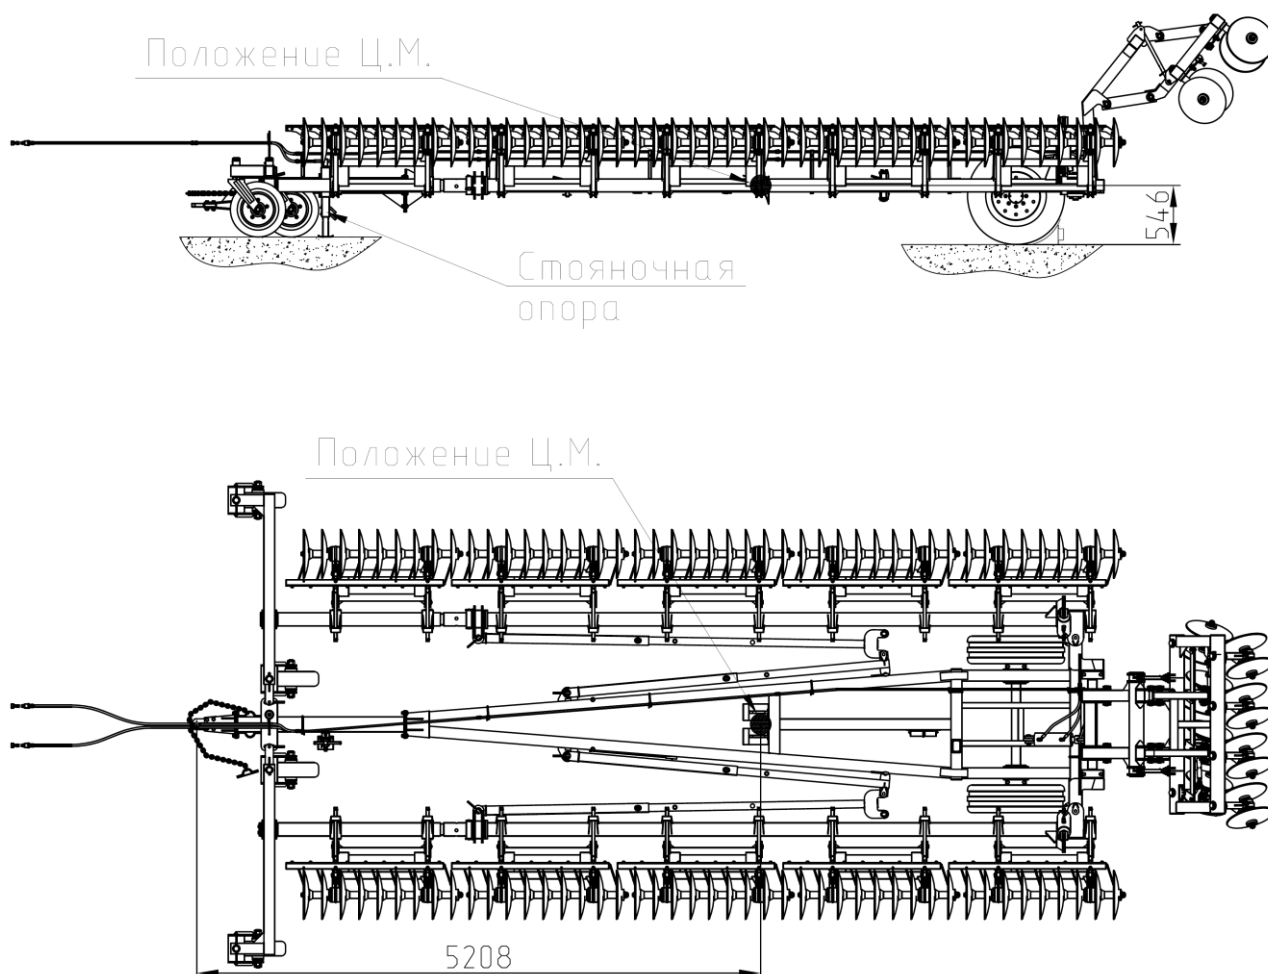

Рис.17 Расположение центра тяжести луцильника.
- отсоединять луцильник в транспортном положении от трактора без установленной стояночной опоры (рис.17) на снице;